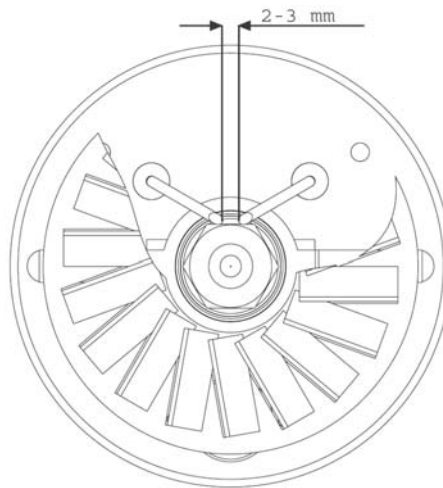

Fig. 2
- desmontar el quemador y limpiar sus partes, limpiar los electrodos y ajustar su distancia al valor indicado en la Fig. 2.
• Controlar la posición de los electrodos y su distancia según elesquema Fig. 2